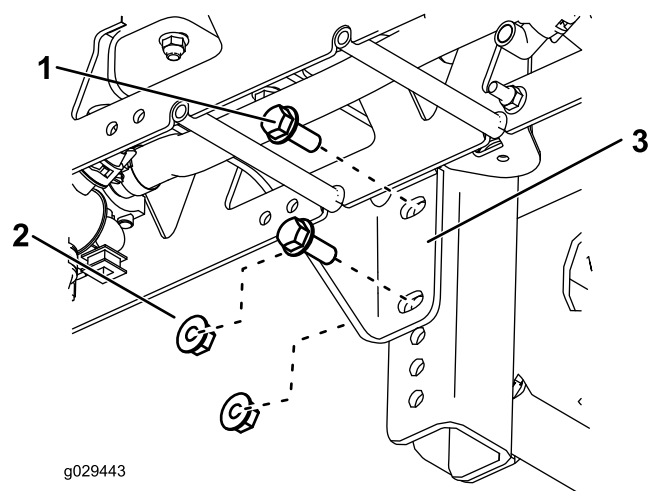

Figura 8
5. Contrassegnate i fori nei punti in cui le staffe di montaggio sono fissate alla macchina (Figura 8).
6. Rimuovete i 2 dadi e i 2 bulloni da entrambe le staffe di montaggio e rimuovete il gruppo delle barre dalla macchina (Figura 8).